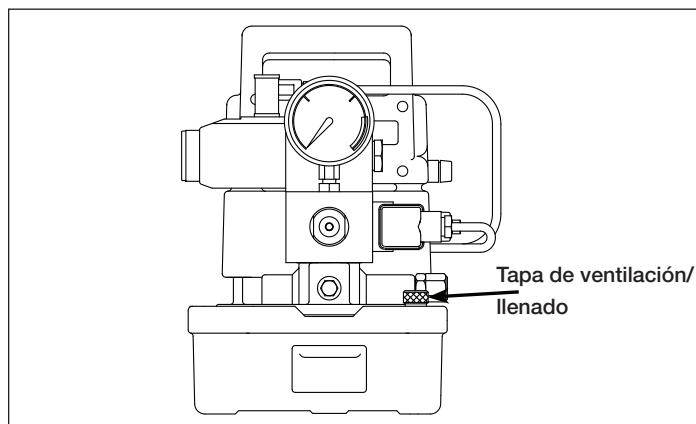

Figura 4 Tapa de ventilación / llenado
Compruebe el nivel de aceite desenroscando y retirando la tapa de ventilación/llenado (véase la figura 4). Añada aceite hidráulico de Enerpac hasta que el nivel de aceite alcance 1 cm [½ pulgada] por debajo de la abertura de la tapa de ventilación/llenado.
3. Abra la tapa de ventilación / llenado de la bomba situada en la esquina derecha frontal del depósito y gírela 1 o 2 vueltas completas (véase la figura 4).
1. Retire la tapa de ventilación / llenado desde la esquina superior derecha del depósito (véase la figura 4).